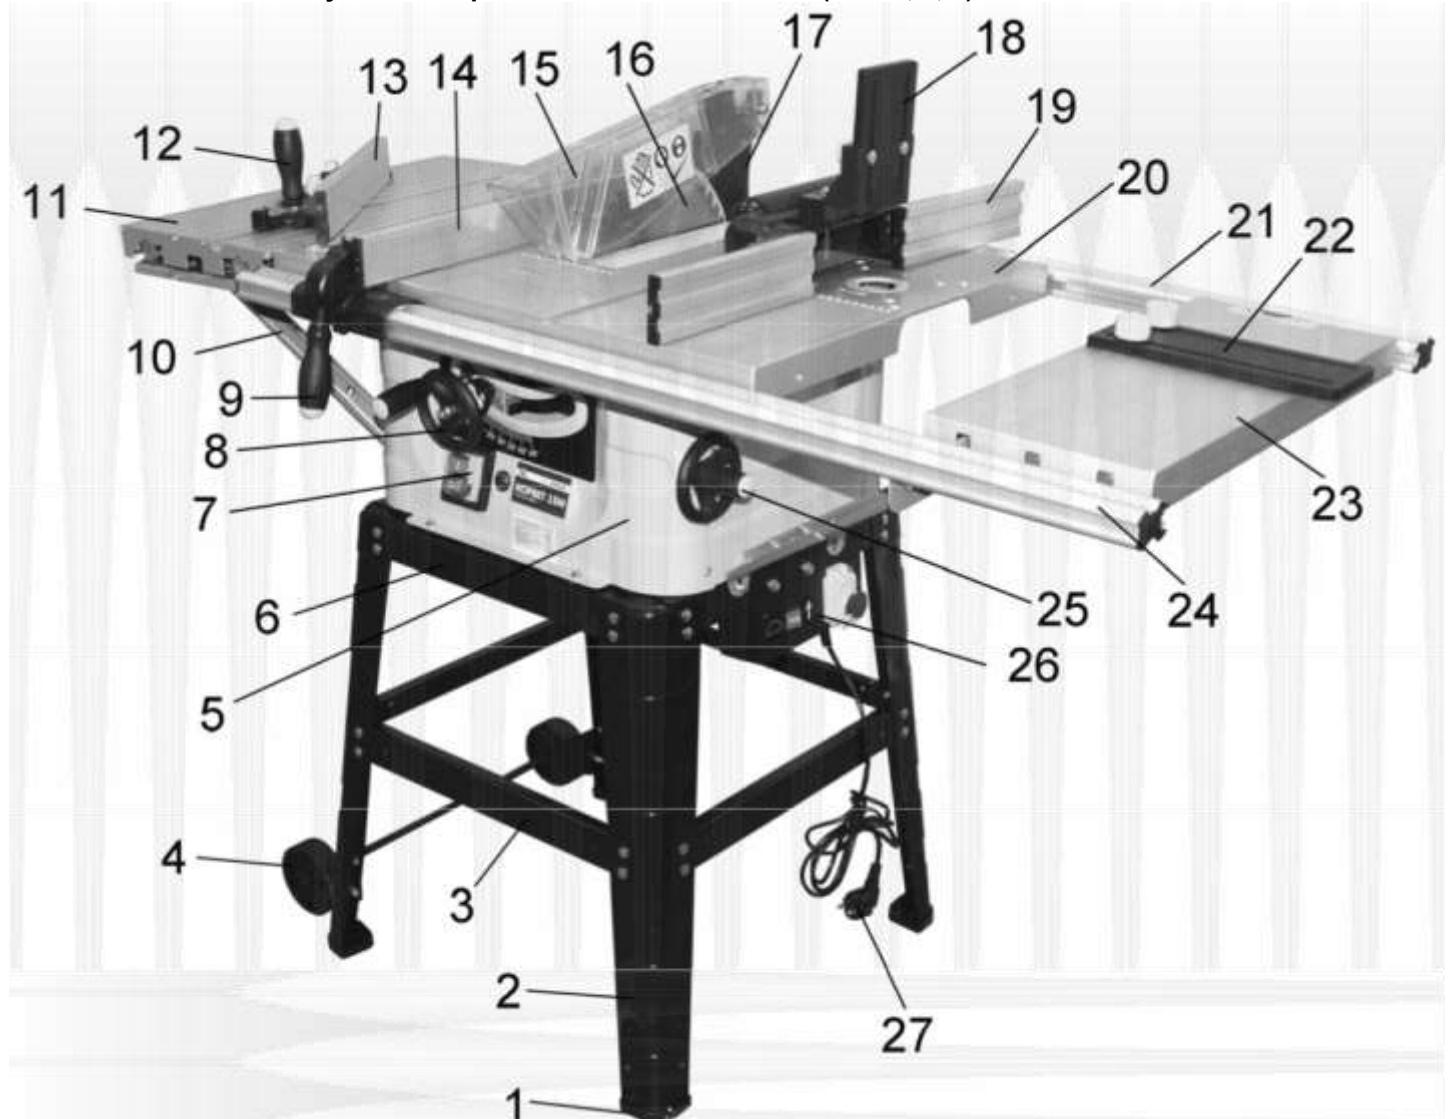

Рис. 2
11.2. Пиление (Рис. 2)
7.1. Пила состоит из следующих сборочных единиц и деталей (Рис. 2, 3, 4):
11.1. Подготовка к работе (Рис. 2, 3)
8.1. Сборка основания пилы (Рис. 2 - 4)
8.3. Установка маховиков (Рис. 2; 7)
8.4. Установка удлинителей стола и направляющих (Рис. 2; 10÷13)